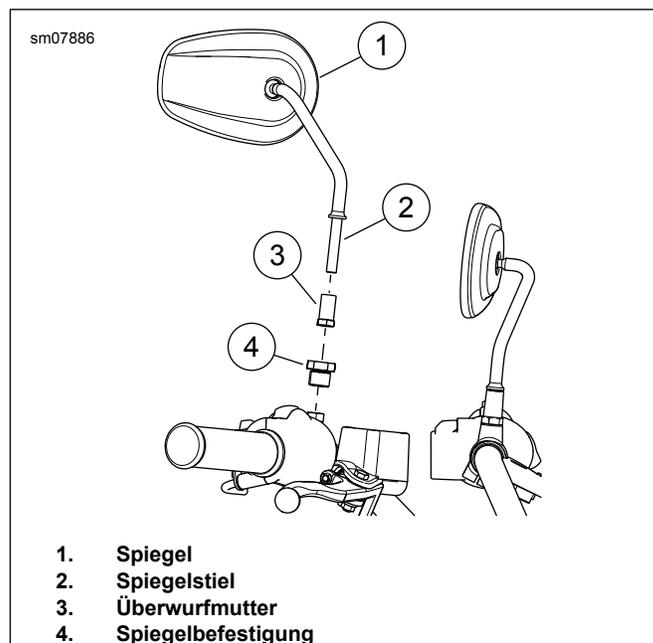

Abbildung 2. Spiegel
1. Abbildung 2 Den Spiegel ausbauen.
- a. Den Spiegel (1) ausbauen.
- b. Die Überwurfmutter (3) entfernen.
- c. Die Spiegelbefestigung (4) entfernen.
1. Abbildung 2 Spiegel einbauen.
- a. Die Spiegelbefestigung (4) einbauen. Festziehen.